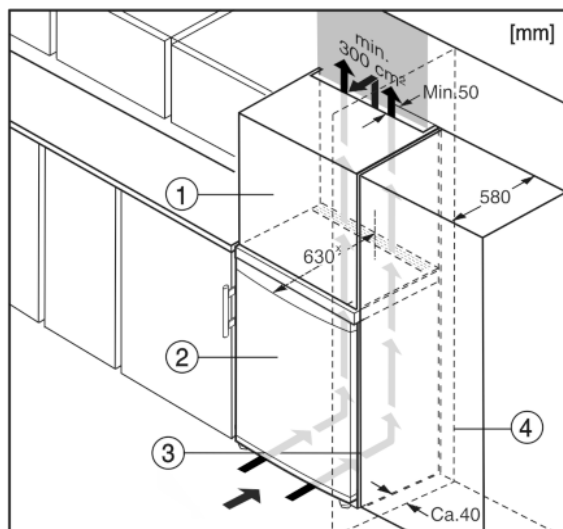

Fig. 5
- (1) Nástavná skříňka
- (2) Přístroj
- (3) Kuchyňská skříň
- (4) Stěna
Spotřebič lze zabudovat do kuchyňských skříní. K vyrovnání spotřebiče Fig. 5 (2) na výšku kuchyňské linky lze na přístroj nasadit nástavec Fig. 5 (1).
Při montáži do kuchyňských skříní (hloubka max. 580 mm) lze přístroj instalovat hned vedle kuchyňské skříně Fig. 5 (3). Přístroj přesahuje přední stěnu kuchyňské skříně na stranách o 34 mm * a uprostřed o 50 mm *.
Když se přístroj instaluje závěsy vedle stěny Fig. 5 (4), musí být vzdálenost přístroje od stěny alespoň 40 mm. To odpovídá přesahu madla při otevřených dveřích.